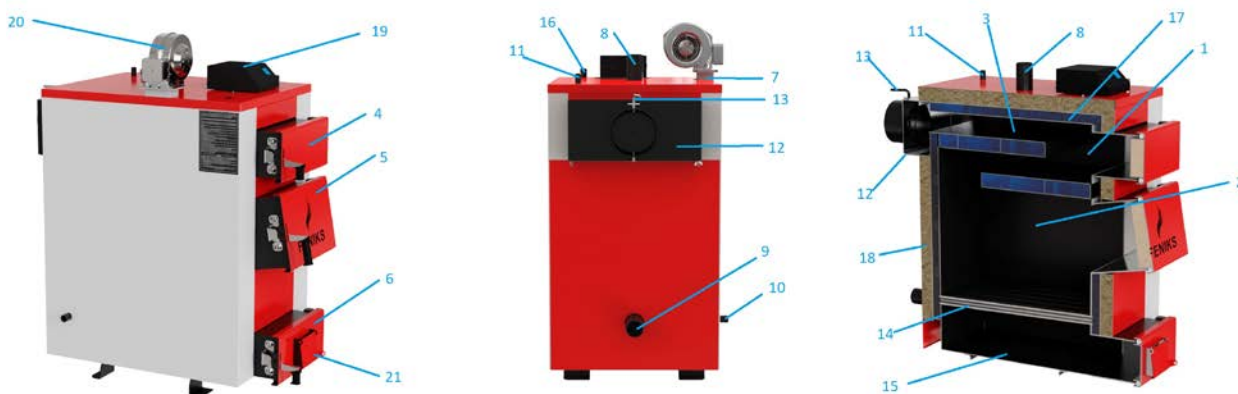

Рисунок 2 – Зовнішній вигляд та основні елементи котла
Конструктивно котел являє собою збірно-зварену конструкцію, що складається з корпуса (поз. 1, рис. 2) з камерою згоряння (топкою) (поз. 2, рис. 2). Конвекційна частина котла складається з триходового теплообмінника (поз. 3, рис. 2) комбінованого типу – двох горизонтальних полиць. Теплообмінник розташований безпосередньо над топкою.
Корпус котла виконаний в формі паралелепіпеду з подвійними стінками, які розділені водними перегородками (поз. 17, рис. 2). На зовнішній поверхні корпуса під декоративною обшивкою закріплена теплова ізоляція. (поз. 18, рис. 2).
Паливо для процесу спалення завантажується на колосникові ґрати (поз. 14, рис. 2) крізь завантажувальні дверцята (поз. 5, рис. 2). Колосникові ґрати виконані з товстостінних безшовних труб по яких постійно циркулює вода з водяної оболонки котла. Згоряння палива в топці відбувається за участю повітря, яке постачається під колосникові ґрати припливним вентилятором (поз. 20, рис. 2). Кількість повітря, необхідного для процесу згоряння, регулюється автоматично блоком автоматики управління (поз. 19, рис. 2), або за допомогою терморегулятора.
Підведення і відведення теплоносія здійснюється відповідно через патрубки зворотної мережної води (поз. 9, рис. 2) і прямої мережної води (поз. 8, рис. 2).
Топочні гази виходять у димохід крізь боров (поз. 12, рис. 2), розташований у задній частині котла. Боров обладнано вбудованим дросельним клапаном продуктів згоряння – шибером (поз. 13, рис. 2). У випадку надто високої тяги у димоході шибер дає можливість її знизити шляхом часткового перекидання вихідного отвору борова.
Зола, яка утворюється в процесі згоряння палива, зсипається в нижню частину корпуса котла в якій розташована висувна полиця для золи – зольник (поз. 15, рис. 2).
- з вентилятор та блоком автоматичного управління – припливним вентилятором (поз. 20, рис. 2) під колосникові ґрати по каналу подачі повітря. Кількість повітря, необхідного для процесу згоряння, регулюється автоматично контролером (поз. 19, рис. 2).
У верхній частині корпуса котла розташований штуцер для встановлення запобіжного клапана або групи безпеки котла (поз. 11, рис. 2).
Для можливості встановлення вентилятора зверху корпуса котла, передбачений отвір, який заглушено кришкою (поз. 7, рис. 2).
Ревізійний дверцята (поз. 6, рис. 2), що розташовані на передній стінці котла, необхідні для періодичного чищення колосникових ґрат, а також для можливості спорожнення – зольника.
Для можливості періодичного обслуговування (чищення) теплообмінника передбачені дверцята у верхній частині котла (поз. 4, рис. 2).
Регулятор тяги необхідно приєднати до патрубку з внутрішньою різьбою, який знаходиться у верхній частині корпусу (рис. 2). Різьбове з'єднання при цьому потрібно ущільнити. Регулятор повернути таким чином, щоб наконечник для закріплення шестигранного важеля (з комплекту регулятора) був направлений вправо.